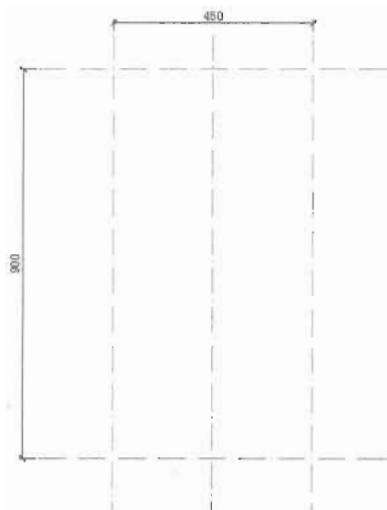

图 6-68
(1) 首先绘制两条十字线作为辅助线，然后单击“修改”工具栏中的“偏移”按钮，将水平辅助线向上偏移，确定椅面和椅背的高度，将垂直辅助线向左右两侧偏移确定椅背的宽度，如图 6-68 所示。